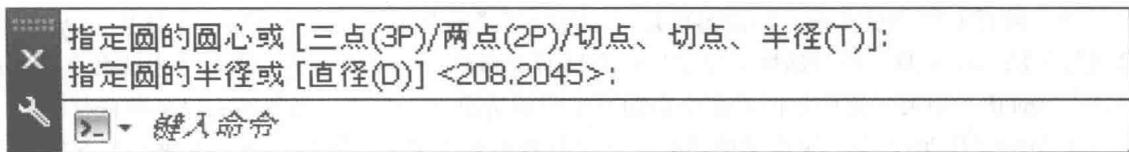

图 1-12 AutoCAD 2013 “命令行”窗口
(7) 熟悉命令行与文本窗口。“命令行”窗口位于绘图窗口的底部，用于接收输入的命令，并显示AutoCAD提示信息，在AutoCAD 2013中，“命令行”窗口可以拖动为浮动窗口，如图1-12所示。